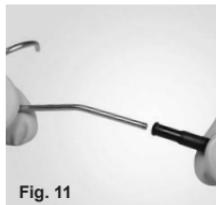

Fig. 11
- Le circuit est fermé avec le collier de mise à la terre autoclavable et le faisceau de fils. Brancher une extrémité du faisceau de fils dans le connecteur situé au bas du bloc d'alimentation (Figure 10), puis insérer le collier de mise à la terre dans l'autre connecteur (Figure 11).